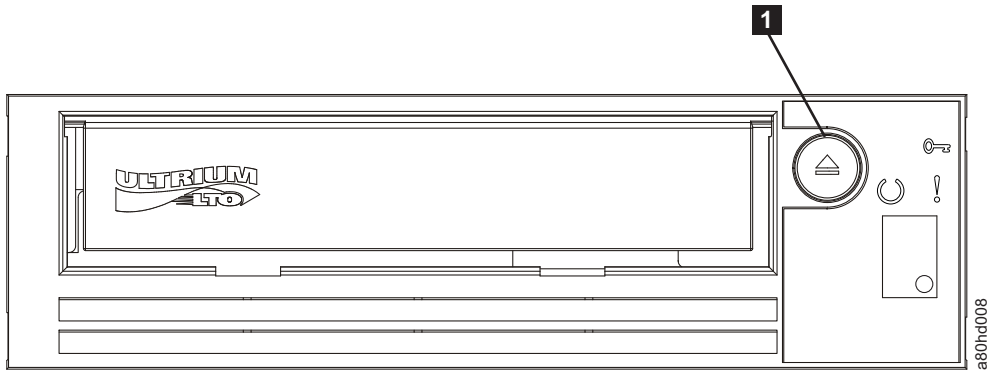

图 3-3. 重置磁带机
您可在不关闭磁带机和系统电源的情况下重置磁带机。如果磁带机停止响应，此操作可能十分必要。要执行此操作，按住磁带机前面板上的弹出按钮 10 秒钟（第 3-2 页的图 3-3）。磁带机将重要技术数据强制转储到磁带机内存，并覆盖现有转储。然后磁带机重新引导以进行通信。
2. 按弹出按钮（请参阅第 3-2 页的图 3-3 中的 **1**）。磁带机倒带并弹出盒带。磁带倒带期间，就绪/活动 LED 将闪烁绿色光，然后熄灭，接着盒带弹出。